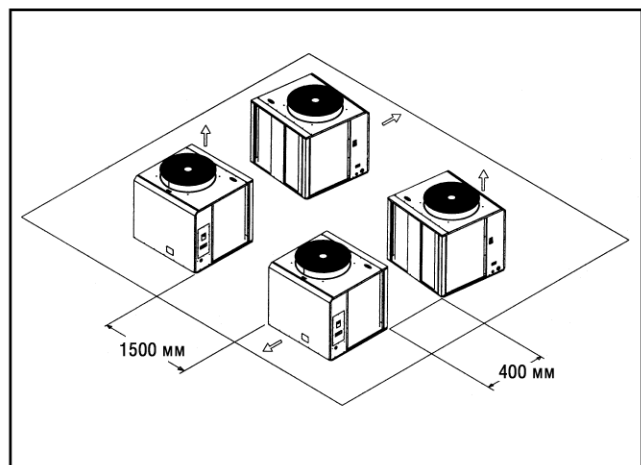

Рис. 5 Минимальные зазоры вокруг блоков
2. Установка на крышу: блок нужно разместить на ровной горизонтальной крыше или на каркасе. Если рядом устанавливаются несколько компрессорно-конденсаторных блоков, направление выхода воздуха из них должно быть таким, как показано на рис. 5. Минимально допустимые расстояния между блоками также показаны на рис. 5.